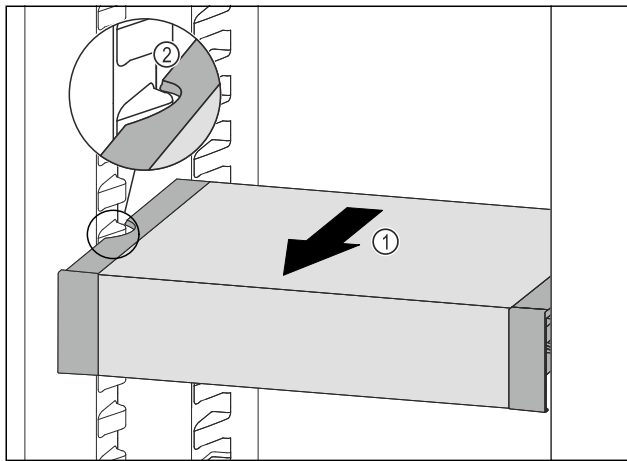

Fig. 109
- ▶ VarioSafe nach vorne ziehen Fig. 109 (1), bis sich die seitlichen Aussparungen des VarioSafes auf Höhe der Behälterrippe im Kühlteil befinden. Fig. 109 (2)